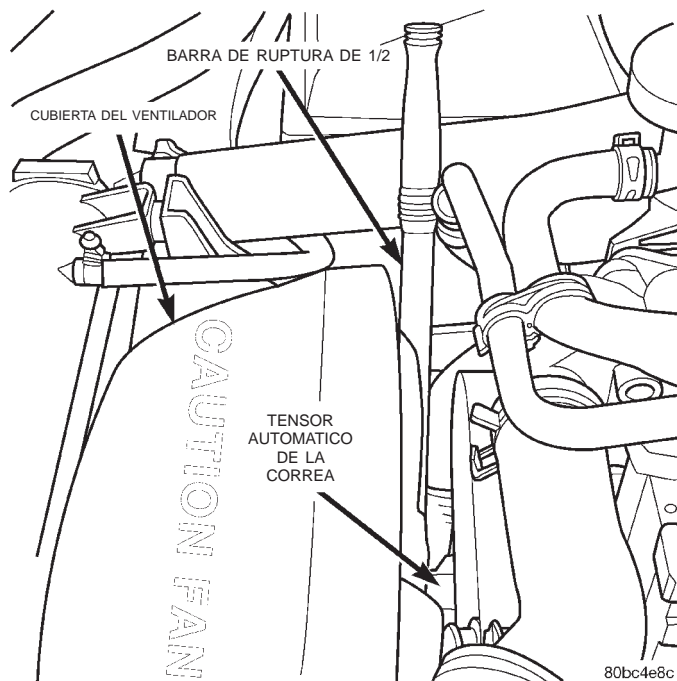

Fig. 27 Desmontaje de la correa de transmisión de accesorios
(1) Desconecte el cable negativo de la batería.
(2) Inserte una barra de impulsión de ruptura de 1/2 o trinquete en la polea del tensor automático de la correa (Fig. 27). Gire la polea hacia la izquierda para disminuir la tensión de la correa y retire la correa del vehículo.